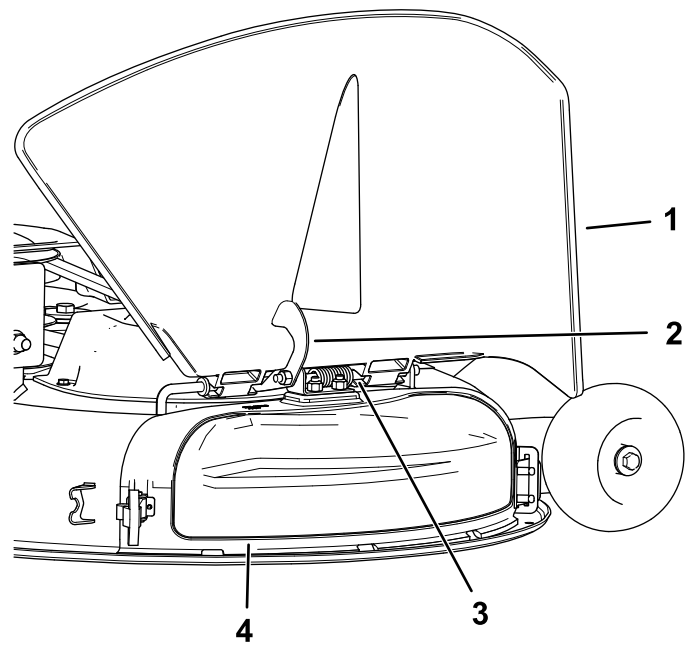

Bild 15
4. Lösen Sie den hakenförmigen Riegel oben an der Auswurfkanalabdeckung von der Gelenkstange (Bild 15).
5. Haken Sie oben an der Auswurfkanalabdeckung den hakenförmigen Riegel um die Gelenkstange des Ablenkblechs (Bild 15).